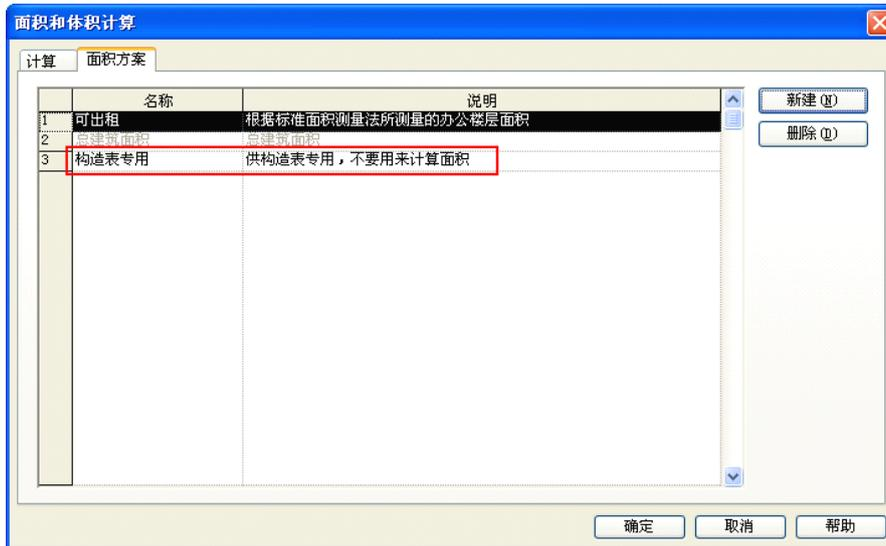

图 22.2-7
c) 为建筑构造表建立单独的面积方案：这样才能使建筑构造表中的内容杜绝受到干扰。建立一个名为“构造表专用”的面积方案（名字易于识别即可），并注明“供构造表专用，不要用来计算面积”以防止应用者误用该方案来建立面积平面并添加面积，对建筑构造表进行干扰（如图 22.2-7 所示，对于还有其他明细表的可以再建立面积方案，相互的数据不会干扰）。